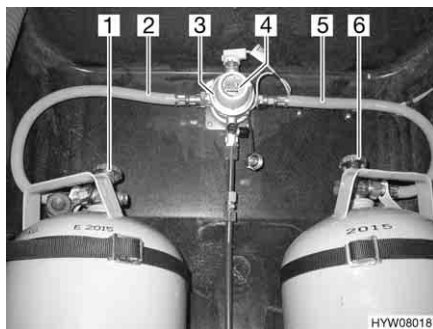
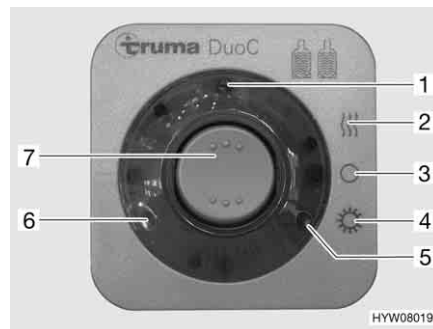

Fig. 66 Impianto di commutazione DuoControl
Fig. 67 Centralina di controllo
L'impianto di commutazione DuoControl è costituito da una valvola di commutazione (Fig. 66,3) e da una centralina di controllo (Fig. 67). La valvola di commutazione è installata tra i tubi del gas (Fig. 66,2 e 5). Con la manopola (Fig. 66,4) sulla valvola di commutazione è possibile stabilire, quale delle bombole del gas viene utilizzata come bombola in uso e quale bombola del gas viene utilizzata come bombola di riserva.
Sulla centralina di controllo (Fig. 67) possono venire azionate solo le funzioni elettriche. Le valvole principali di arresto delle bombole del gas (Fig. 66,1 e 6) devono essere aperti manualmente.
La valvola di commutazione garantisce una pressione del gas costante, indipendentemente da quale bombola provenga l'alimentazione del gas. Le due spie di controllo sulla centralina di controllo indicano il livello di riempimento della bombola in uso. Se è accesa la spia di controllo verde (Fig. 67,6), la bombola in uso è piena. Se è accesa la spia di controllo rossa (Fig. 67,5), la bombola in uso è vuota. Il rifornimento di gas avviene poi tramite la bombola di riserva.
- Aprire le valvole principali di arresto delle bombole del gas (Fig. 66,1 e 6).
- Con la manopola (Fig. 66,4) sulla valvola di commutazione (Fig. 66,3) selezionare la bombola del gas, da cui proviene la principale alimentazione del gas (bombola in uso).
- Sulla centralina di controllo (Fig. 67) attivare l'impianto di commutazione DuoControl.
Posizionare l'interruttore a bilico (Fig. 67,7) su funzionamento invernale "On e riscaldamento" (Fig. 67,2) oppure su funzionamento estivo "On" (Fig. 67,4). La valvola di commutazione è ora disareata. La spia di controllo gialla (Fig. 67,1) è accesa, se si seleziona la modalità di funzionamento invernale e l'impianto antighiaccio con regolatore è attivato.
- Portare l'interruttore a bilico (Fig. 67,7) in posizione "O" (Fig. 67,3). La spia gialla di controllo (Fig. 67,1) si spegne.
- Chiudere le valvole principali di arresto delle bombole del gas (Fig. 66,1 e 6).
Le spie di controllo sulla centralina di controllo (Fig. 67,5 e 6) segnalano all'interno del veicolo, se la bombola in uso è pronta al funzionamento.
Se la spia di controllo verde (Fig. 67,6) si spegne durante il funzionamento e la spia di controllo rossa (Fig. 67,5) si accende, significa che la bombola del gas selezionata come bombola in uso è vuota e deve essere sostituita. La bombola di riserva continua ad alimentare le utenze a gas.